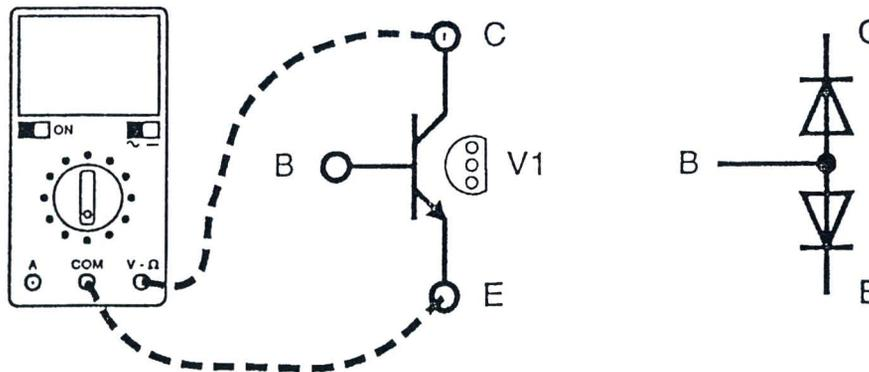

Fig. 1.2c
14. colocar el terminal positivo del ohmiómetro en el colector del transistor V1 y el negativo en el emisor (Fig. 1.2c);